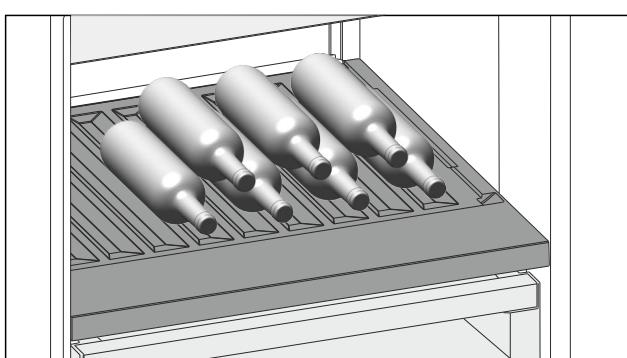

Fig. 99
- Помістіть пляшки дном у напрямку до задньої стінки. (див. Fig. 99)